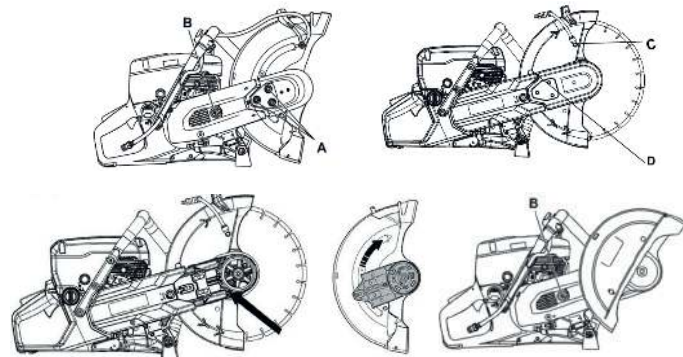

Рис. 11
**Поворот режущего узла (Рис. 11).** Снимите элементы подачи воды с кожуха. Отверните гайки «А», ослабьте натяжитель ремня «В», снимите защитный кожух ремня на режущем узле, снимите ремень с ведомого шкива режущего узла, переверните режущий узел на внешнюю сторону бензореза, наденьте ремень на ведомый шкив, наденьте кожух ремня режущего узла с внутренней стороны бензореза, накрутите гайки «А» крепления режущего узла с внутренней стороны, натяните ремень натяжителем «В»,